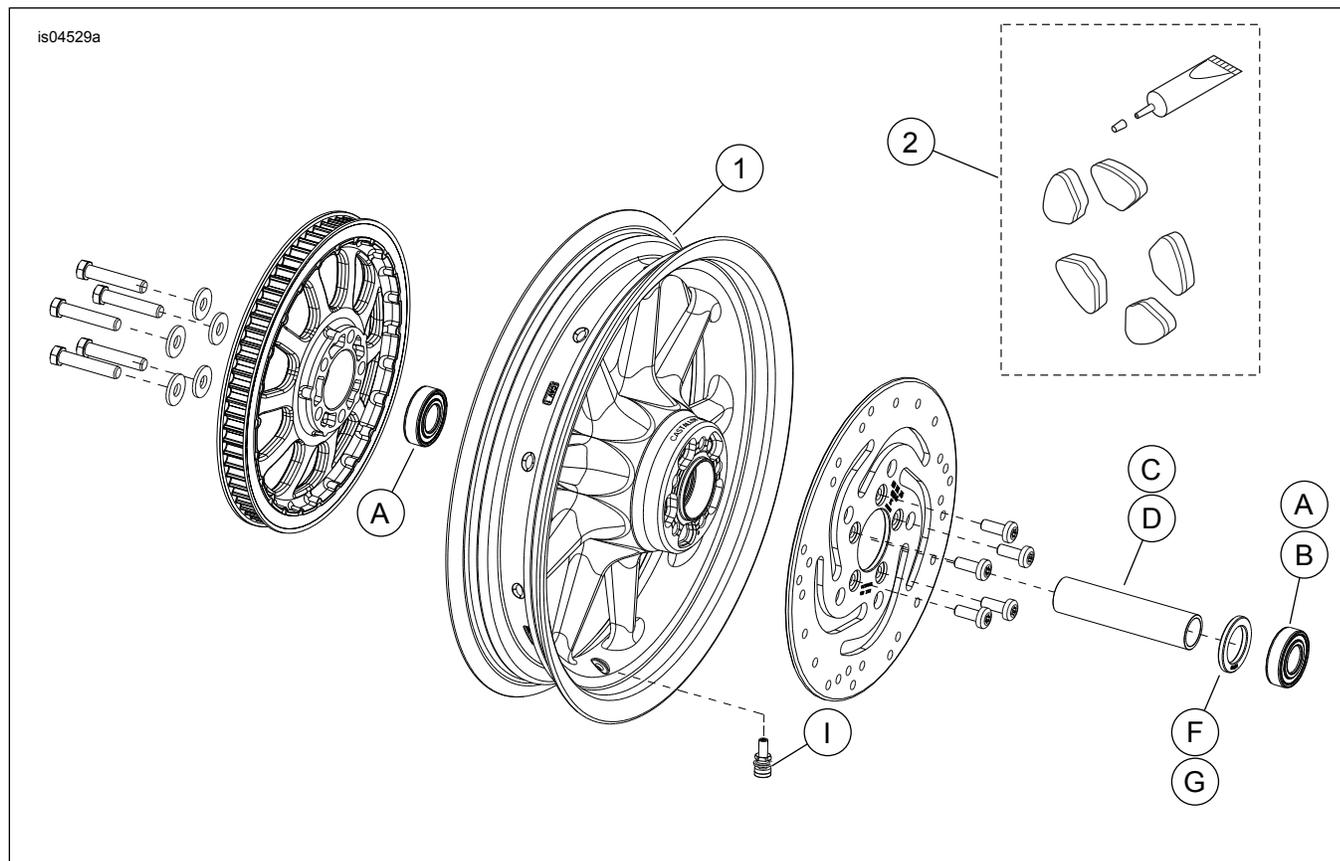

Figura 1. Peças de reposição: Rodas traseiras com nove raios (16 pol. mostrada)
Consulte Figura 1 e Tabela 2.
2. Consulte Figura 1. Instale o conjunto da haste de válvula (H ou I) na roda. Consulte o Manual de serviço.